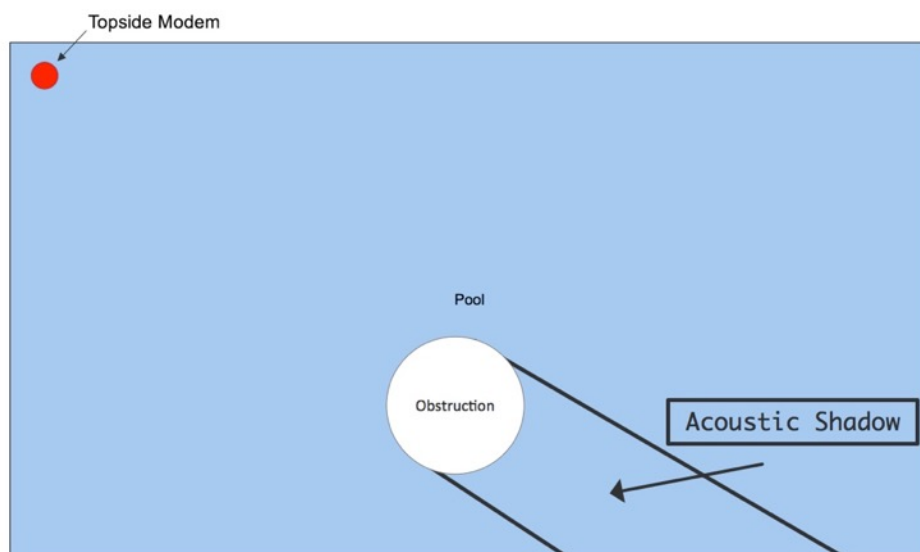

Figura 14: Entorno de la piscina
1. Siempre que sea posible, coloque el módem de parte superior lejos de la pared (1,0 m – 3 pies) para proporcionar una mejor ruta de señal acústica. Una forma de hacer esto es usar el mango de una aspiradora de piscina o un aparato similar y colocarlo sobre una esquina de la piscina con el transductor conectado a mitad de camino al otro lado de la esquina (Figura 14).